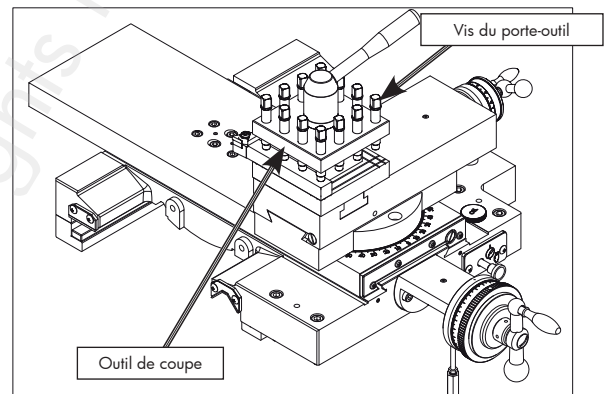

Fig. 41 Tourelle porte-outil à 4 positions
3. Fixez bien l'outil de coupe avec au moins deux vis, comme illustré sur la figure 41.